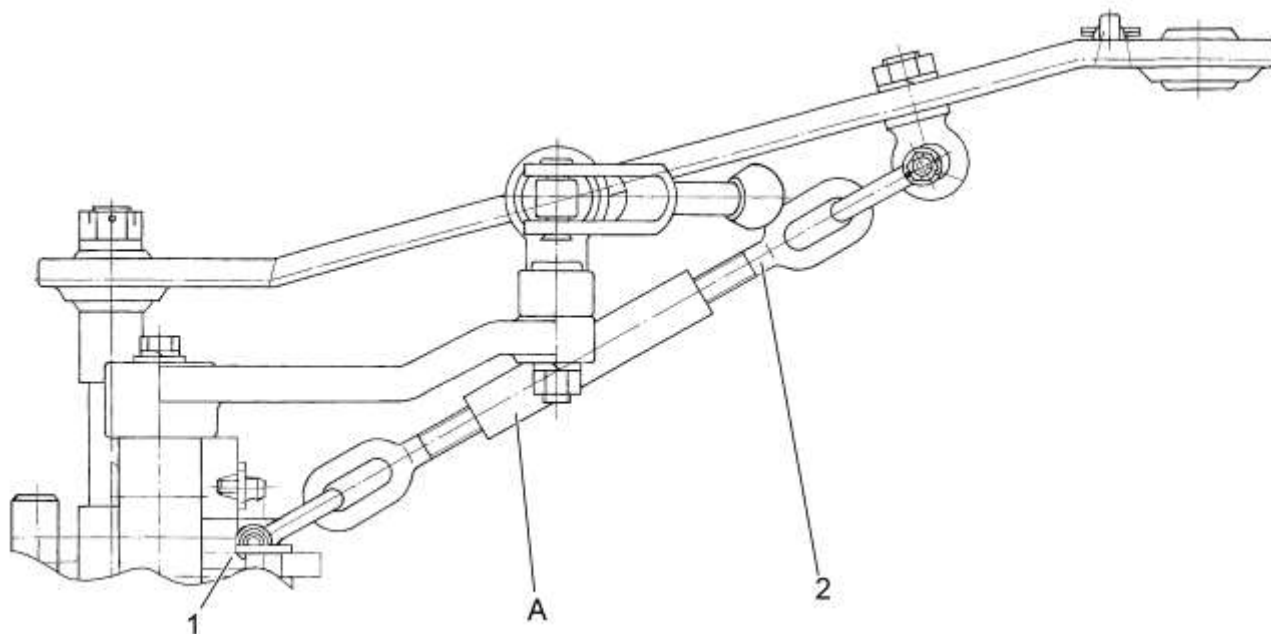

Рисунок 3.3.1 – Частичная и полная блокировка внешних стяжек
- для получения раскачивания орудия в каждую сторону не менее 50 мм подрегулируйте длины стяжек 2 (рисунок 3.3.1) вращением центрального элемента А стяжек.